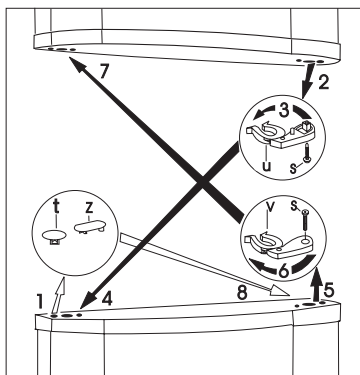

Fig. 4.
- Levez et retirez le cache (e) de la plinthe inférieure à l'aide d'un tournevis (Fig. 4).
- Retirez la charnière inférieure du congélateur (h, f), puis remontez-la de l'autre côté. N'oubliez pas la rondelle (h) (Fig. 4).
- Posez la porte du compartiment congélateur sur le pivot (f) (Fig. 4).